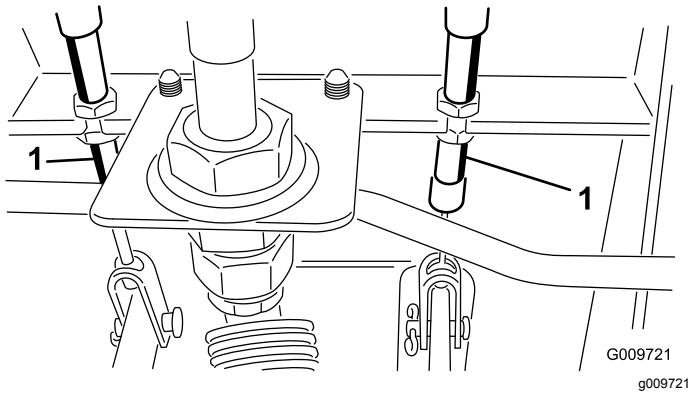

図 52
A. ブレーキケーブル図 52 の端にある前ナットをゆるめる。